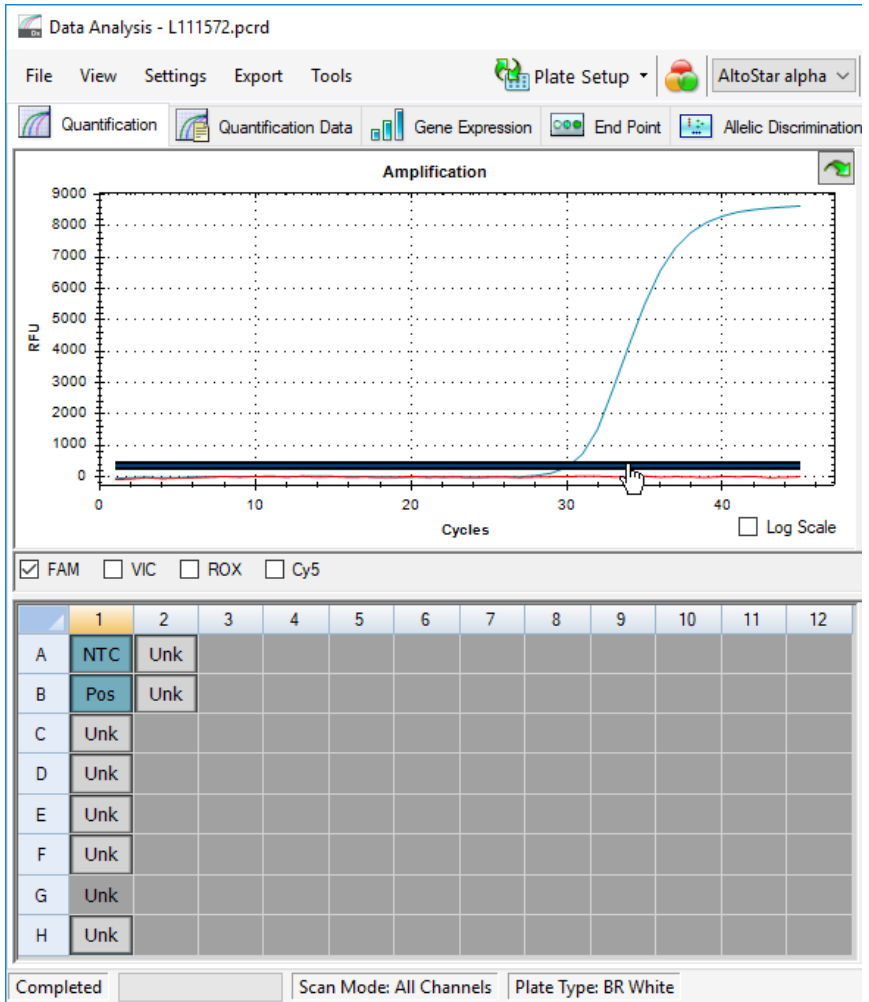

Abb. 10: Fenster Data Analysis (Datenanalyse): Festlegen des FAM™ Schwellenwerts
5. Entfernen Sie links im Fenster Data Analysis (Datenanalyse) das Häkchen aus dem Kontrollkästchen neben **VIC** und setzen Sie das Häkchen im Kontrollkästchen neben **FAM** für den Detektionskanal der VZV-Zielsequenz (siehe Abbildung 10).
6. Wählen Sie nur die Wells mit der NTC und der PC in der Platten-Ansicht des Fensters Data Analysis (Datenanalyse) aus (siehe Abbildung 10).
7. Ziehen Sie den Schwellenwert deutlich über das Signal der NTC hinaus in den exponentiellen Bereich des Signals der PC (siehe Abbildung 10).